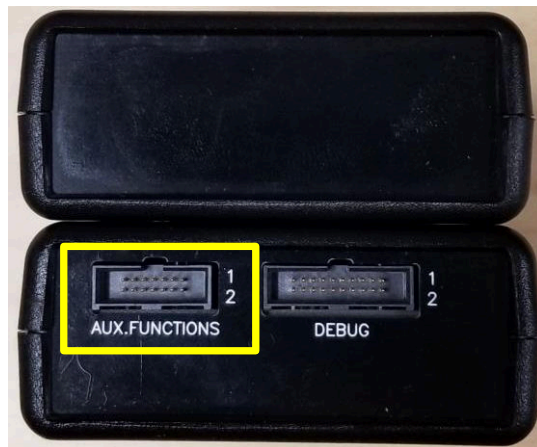

图 2-20. XDS110 辅助接口
2. 将 14 引脚辅助电缆的另一端连接到 XDS110 调试探针的 AUX 端口，如图 2-20 所示。然后，使用 USB 电缆将 XDS110 调试探针连接到 PC。